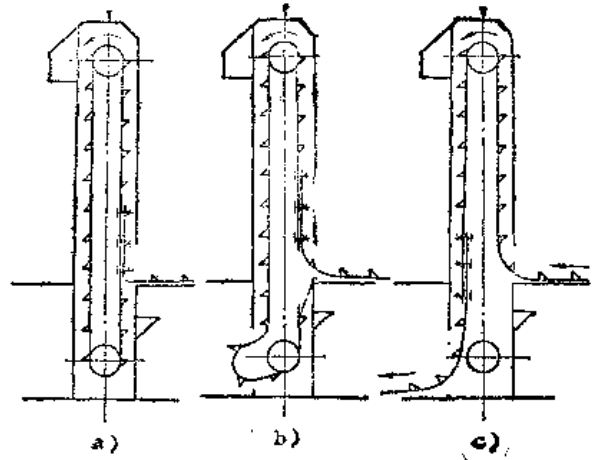

图8-4-5 带斗胶带更换图
使用中如发现带斗橡胶带跑偏磨损严重或刮坏, 需要更换时, 可以按下述程序和方法进行 (见图8-4-5)。
① 更换旧的带斗橡胶带前, 必须事先准备好新的已装好料斗的橡胶带, 料斗与橡胶带的联接必须符合上述有关技术要求。将带斗的橡胶带搬运到地面检查门处排列好。
② 切断电源, 打开地面检查门, 从旧橡胶带上拆下三个斗子, 把已钻好孔的新带接头用螺栓和旧带联接 (图8-4-5 a)。
③ 用绳子拴在旧橡胶带斗子上, 然后割断旧橡胶带 (图8-4-5 b), 从底部检查门处把旧带拉出去。此时应将拉紧装置松开, 调到拉紧行程最小位置。
④ 在带轮上用两个螺栓固定一个长臂的摇把来摇动或者直接转动带轮。此时新的带斗橡胶带不断从地面外送进, 旧带不断从底部拉出, 直到新带全部送入, 旧带完全拉出为止 (图8-4-5 c)。
⑤ 把旧带从新带上拆下, 用手拉葫芦把新带拉紧, 按上述有关技术要求搭接橡胶带并装上所缺的三个料斗, 然后调整拉紧装置, 将新带拉紧。